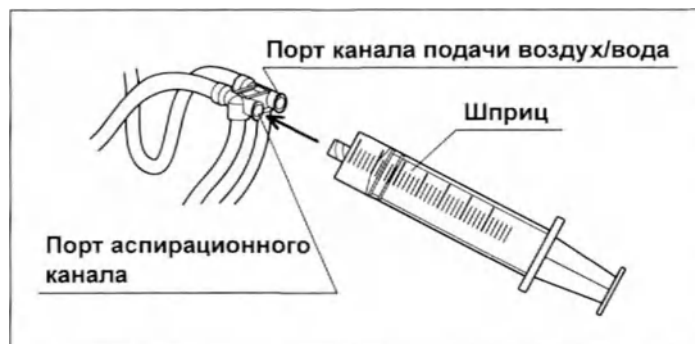

Рис. 6.30
- 2** Присоедините шприц к порту аспирационного канала инъекционной трубки. (см. рис. 6.30)
- 1 Присоедините шприц к порту аспирационного канала инъекционной трубки. (см. рис. 6.30)